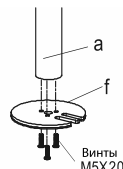

Рис. 3
3. Открутите крестовой отверткой винт, удерживающий прижимную пластину на струбине. Извлеките винт струбины, поворачивая ручку-барашек против часовой стрелки (рис.3А).